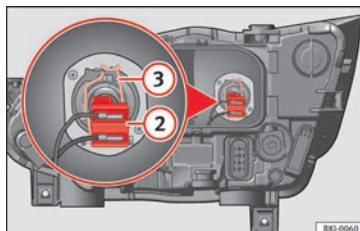

Abb. 111 Im Motorraum: Glühlampe Abblendlicht.
- Ziehen Sie den Stecker von der Lampe » **Abb. 111** ② ab.
- Nehmen Sie die Haltefeder » **Abb. 111** ③ durch Eindrücken und Rechtsdrehung ab.